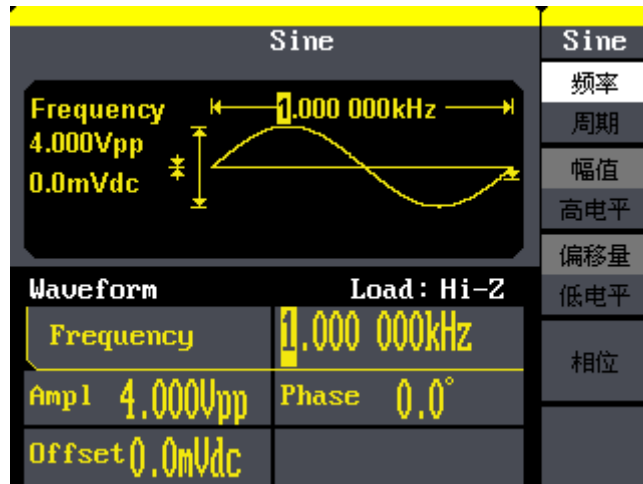

图 1-6 正弦波默认设置界面
使用 **Sine** 按键，波形图标变为正弦波，并在波形类型区中央出现 Sine 字样。SDG800 系列可输出  $1\mu\text{ Hz}$  到  $30\text{MHz}$ ① 的正弦波形。设置频率/周期、幅值/高电平、偏移量/低电平、相位，可以得到不同参数的正弦波。如图 1-6 所示，为正弦波的默认设置。
① :输出的正弦波频率根据机器的带宽而定，以下文章提高的方波信号，噪声信号频率也是一样；SDG800 最大带宽为 30MHz